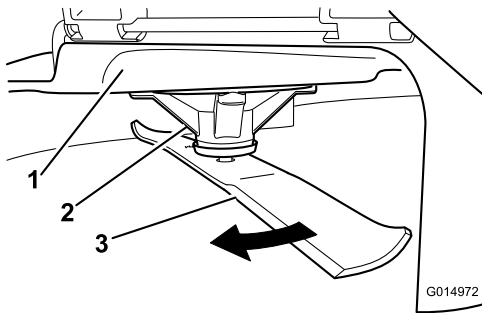

Figure 71
2. Enfilez des gants épais ou utilisez une autre protection adéquate pour les mains, et faites tourner la lame lentement jusqu'à une position permettant de mesurer la distance entre le tranchant et la surface plane sur laquelle se trouve la machine (Figure 71).